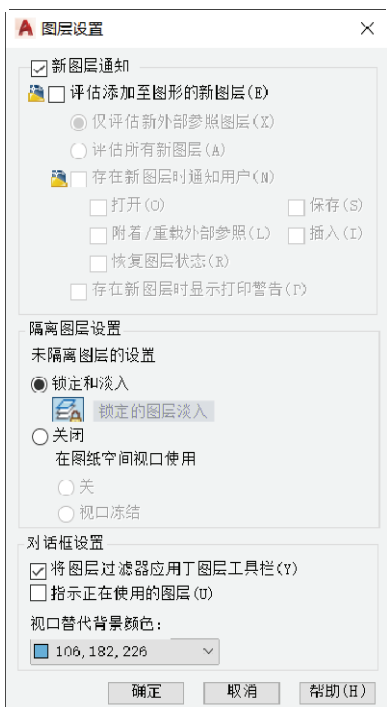

图 6-4 “图层设置”对话框
(10) 状态行：显示当前过滤器的名称、列表视图中显示的图层数和图形中的图层数。
(13) “设置”按钮: 单击此按钮, 弹出图 6-4 所示的“图层设置”对话框, 从中可以设置新图层通知设置、决定是否将图层过滤器更改应用于“图层”面板或工具栏以及更改图层特性替代的背景色。
(14) 树状图 (左窗格): 以树状图的形式显示图形中图层和过滤器的层次结构列表。选中顶层节点 (“全部”) 则显示图形中的所有图层。“所有使用的图层”过滤器是只读过滤器。过滤器始终按字母顺序显示。